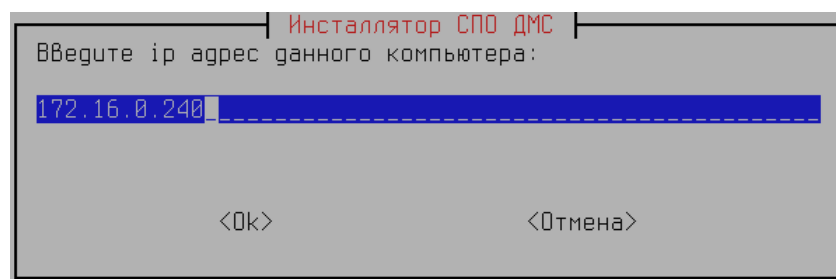

Рисунок 11 — Ввод IP-адреса компьютера.
2) Нужно ввести IP-адрес, который будет назначен компьютеру. В ДМС «ЖД-Досмотр» принята статическая адресация, которую рекомендуется устанавливать в соответствии с Приложением А. Установщик, по умолчанию, подставляет значение в соответствии с указанным приложением. Например, на следующем рисунке указан адрес, если ранее была выбрана установка основного сервера. (Рисунок 11).